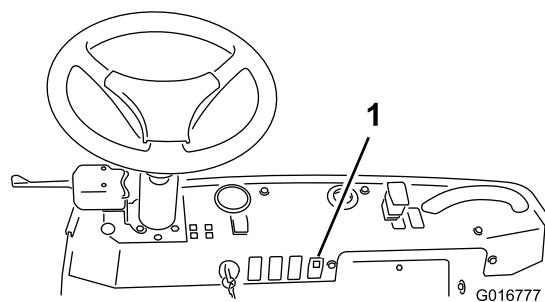

Figura 4
2. Insira o interruptor do oscilador (Figura 4).